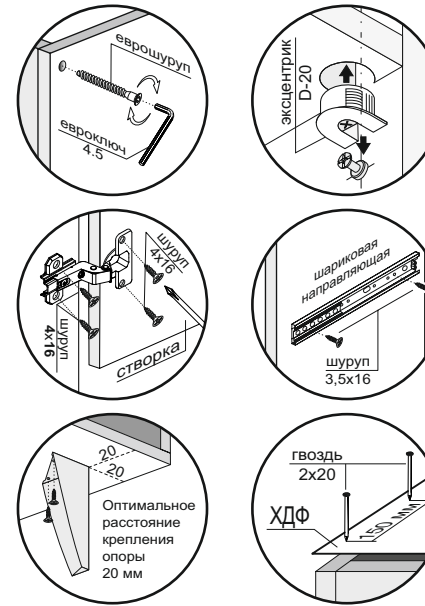

Рис.1
- Если у Вас пенал на ножках, то шурупами 4x20 прикрутить опоры к нижней крыше (2). Оптимальное расстояние крепления опоры 20 мм от каждого края крыши (2). Затем через центральное отверстие в опорах просверлить отверстия Ø8 в крыше (2) и стянуть их винтами М8х30 П/Ш и гайками М8 (рис.1).